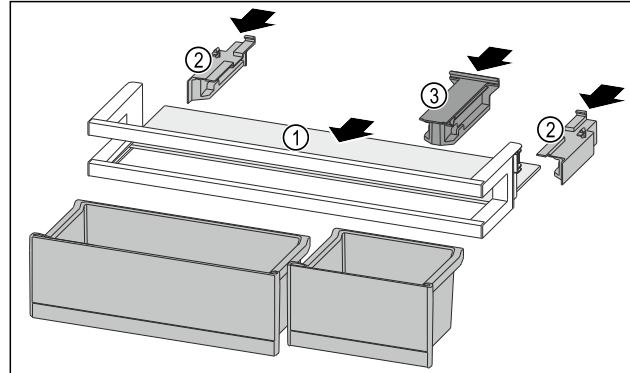

Fig. 120
- Abstellfläche Fig. 120 (1) in die seitlichen Einsparungen einschieben.
- Seitenteile Fig. 120 (2) einsetzen.
- Halteteil Fig. 120 (3) einsetzen.